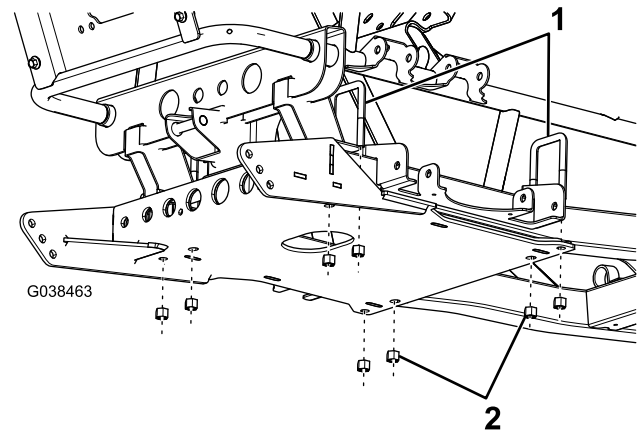

Figure 6
4. Fixez légèrement la plaque de protection au cadre du véhicule à l'aide de 4 grands étriers filetés et 8 contre-écrous (3/8 po) (Figure 6).